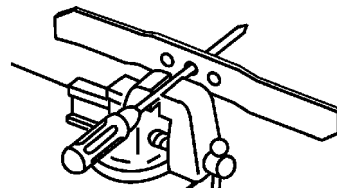

Figure 21
1. Pour vérifier l'équilibrage de la lame, l'enfiler par son orifice central sur un tournevis ou un clou maintenu à l'horizontale dans un étau (Fig. 21).